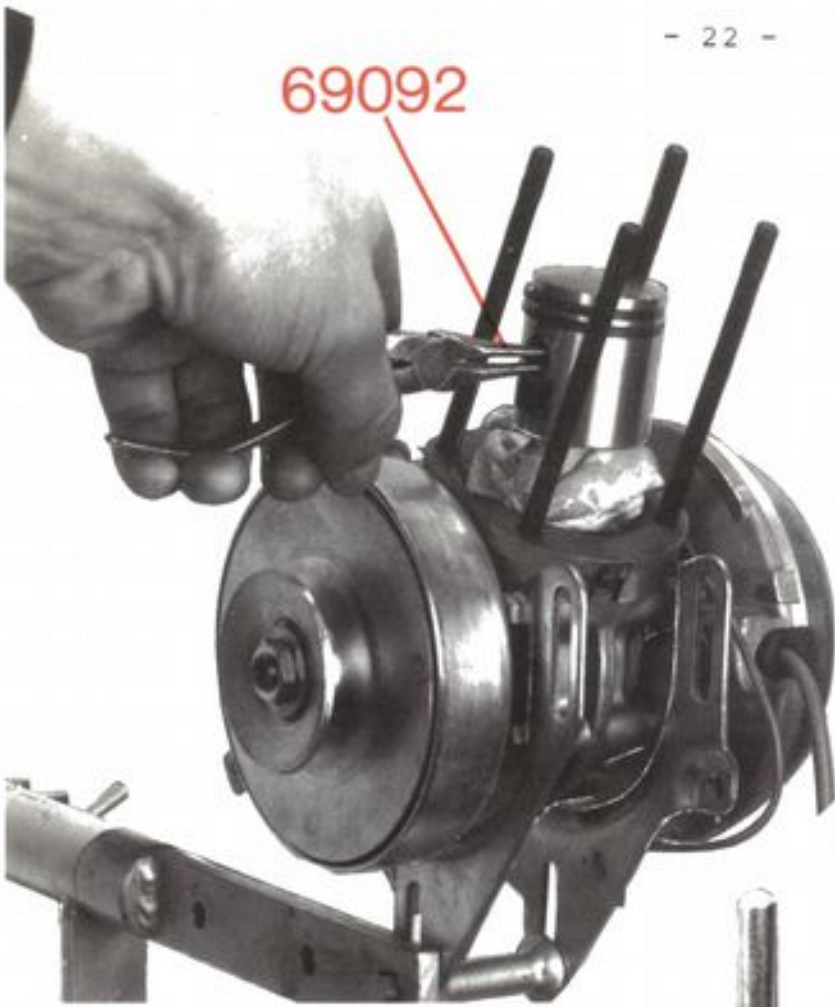

Figure 24
- Retirer les deux circlips à l'aide de la pince spéciale 69092 (figure 24).